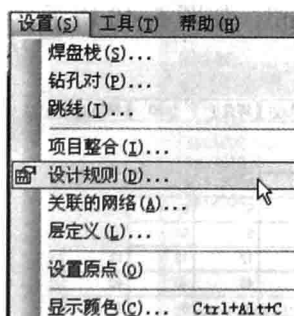

图 5-35 【设计规则】菜单命令
(1) 执行菜单命令【设置】→【设计规则】, 如图 5-35 所示。